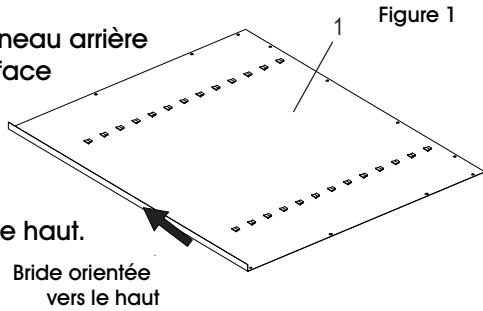

Figure 1
1. Placez le panneau arrière (1) sur une surface protégée. La bride inférieure doit être orientée vers le haut. (Voir Figure 1)